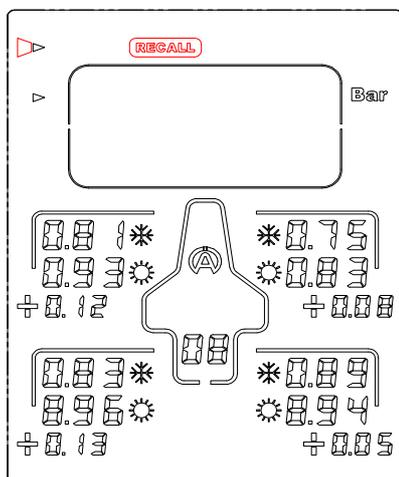

Figure 6
- 1) A l'aide des boutons  , sélectionnez l'icône « **RECALL** » (figure 6)